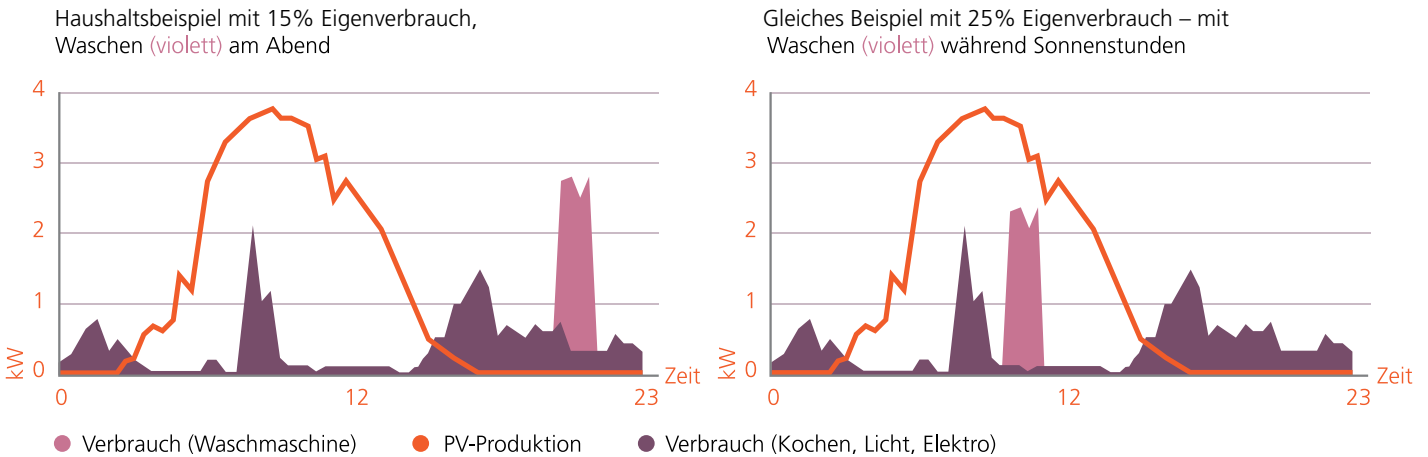

Abbildung 4: Erhöhung des Eigenverbrauchs durch Waschen während Zeiten mit viel Solarstrom (Quelle: VESE).
- **Automatisch:** Ein Steuergerät verschiebt das Einschalten auf Zeiten mit viel Solarstrom. Zum Beispiel wird die Waschmaschine so programmiert, dass sie automatisch bei genügend Sonnenschein einschaltet. Wird dies konsequent so gehandhabt, erhöht sich der Eigenverbrauch typischerweise um ca. 10%. In Kapitel 3 wird erklärt, wie das genau geht. Abbildung 4 zeigt auf, wie der Eigenverbrauch erhöht werden kann, indem das Waschen vom Abend auf den Mittag gelegt wird.